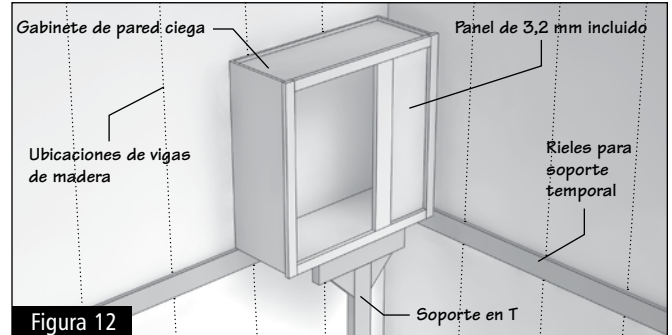

Figura 12
- 3.7** Si tiene un gabinete de esquina ciega, la abertura se debe sellar en esta instancia con un panel de 3,2 mm dentro del gabinete. Pretaladre el gabinete para insertar clavos pequeños para acabados o use una clavadora. (Figura 12)